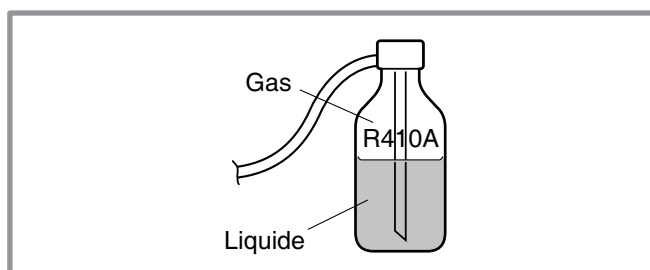

figure 20 - Bouteille de gaz R410A
- Retirer le bouchon de protection (B) de l'orifice de charge (Schrader) de la vanne gaz (gros diamètre).
- Raccorder le flexible haute pression du *Manifold* sur l'orifice de charge (figure 20).